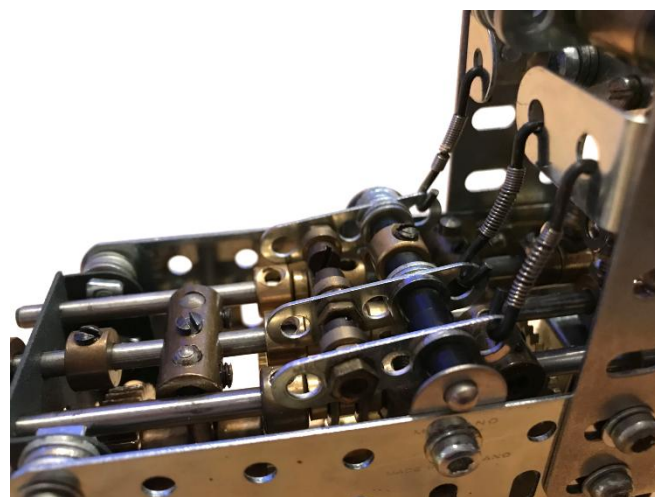

Abb. 15: Getriebe mit Schaltung
Das Getriebe verfügt über eine kompakte Schaltvorrichtung, die die direkte Verwandtschaft zum Vorbild widerspiegelt. An jeder Steuerstange ist ein Stelling angebracht, in den ein *Handrail Support* (136) mit einer Kontermutter befestigt ist, deren „Kugelende“ nach oben zeigt (Abb. 15 und 16).
Die Arretierungen für die Schaltstangen bestehen aus einer Reihe von Standard-Unterlegscheiben, die durch Messing-Distanzstücke mit einem Durchmesser von 8 mm und einer Höhe von 3 mm (*Metallus-Teil 4862-03*) voneinander getrennt sind und auf den Steuerstangen angeordnet sind, um Nuten zu bilden, in denen sich eine federbelastete Rolle positionieren kann, wenn sich die Schaltstange hin und her bewegt (*Abb. 15 und 18*). Kleine Federn wurden aus kurzen Federkabeln (*Spring Cord, 58*) mit Haken an beiden Enden hergestellt.